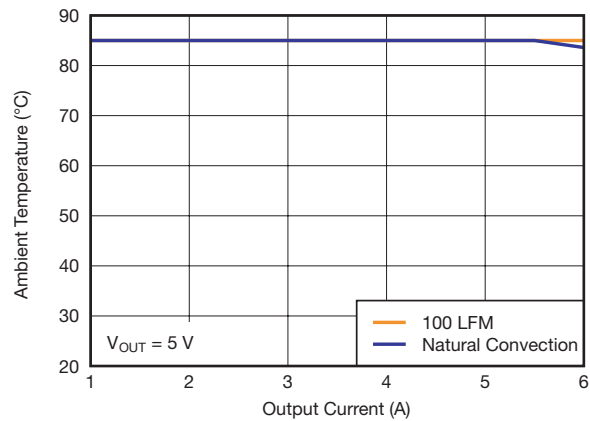
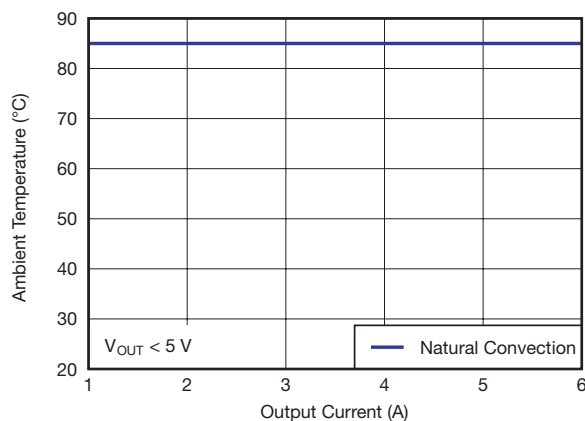

図 14. 安全動作領域
図 15. 安全動作領域
- (2) 温度デレーティング曲線は、内部コンポーネントの温度がメーカーの指定した最高動作温度以下になる条件を表します。このデレーティング制限は、1オンスの銅を使用した、100mm × 100mmの両面PCBに直接半田付けされたデバイスに対して適用します。図14および図15に対して適用されます。